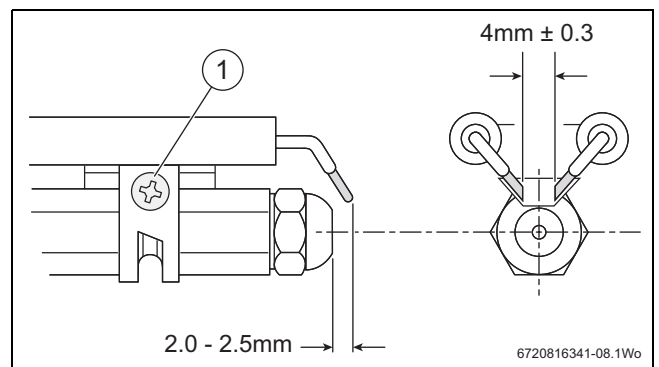

Fig. 80 Alineación entre la boquilla y el electrodo
- ▶ Tras volver a instalar la boquilla, desplazar los electrodos [2] hacia atrás y comprobar que las distancias de separación de los electrodos son correctas, tal como se muestra en la fig. 80.
Véase la fig. 80:
- ▶ Tras volver a instalar el cabezal de combustión, comprobar que las distancias de separación de los electrodos son correctas, tal como se muestra en la fig. 80.